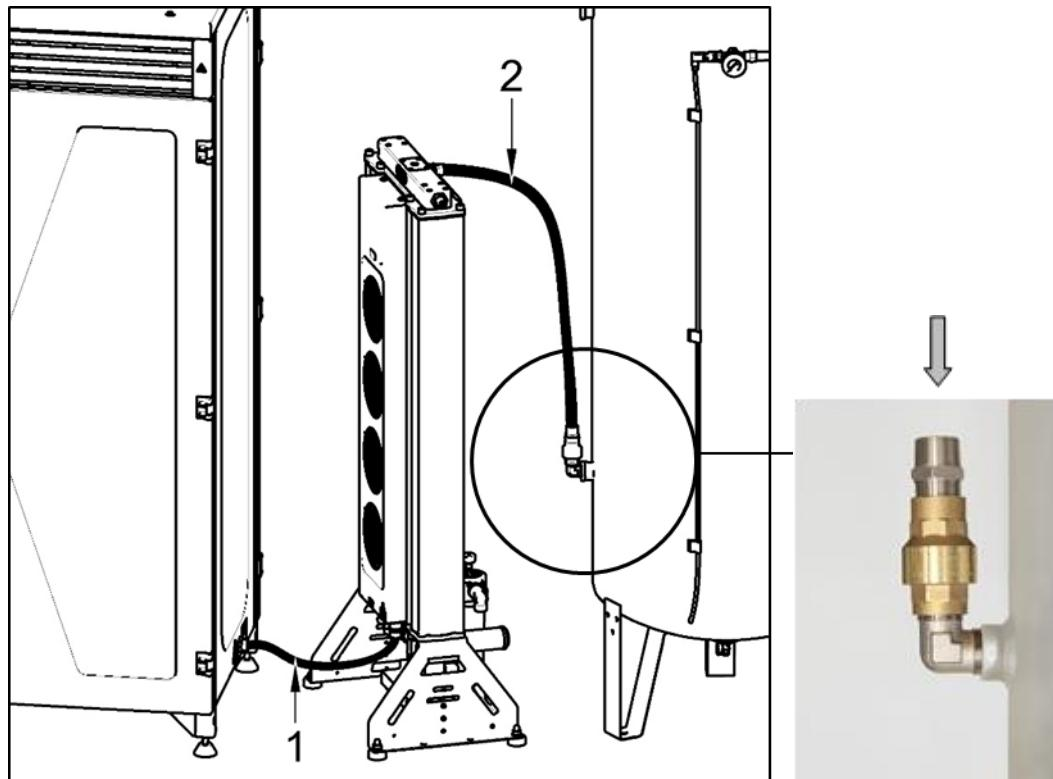

Рис. 10: Соединение модуля компрессора с корпусом осушителя и ресивера
- Подсоедините к выходу компрессора (Рис. 10).